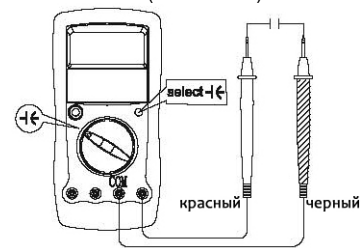

Рис.7.
10.2.4. Измерение емкости (См. Рис.7.).